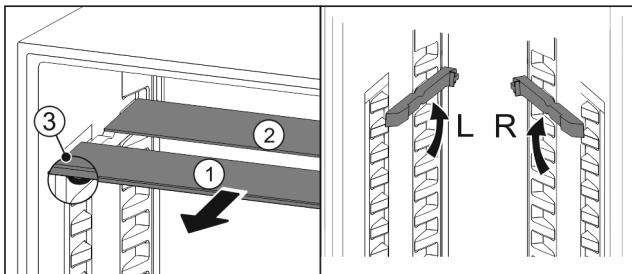

Fig. 17
- ▶ Издърпайте Fig. 17 (1) поотделно стъклените плохи напред.
- ▷ Стъклената плоча Fig. 17 (1) с декоративната лайстна е отпред.
- ▷ Ограничителите Fig. 17 (3) сочат надолу.